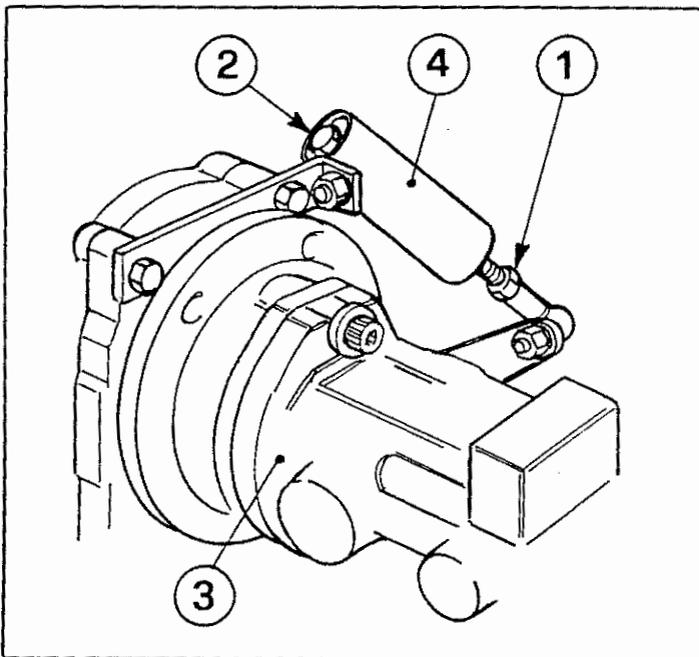

FIG. 8 - Regolazione sistema di avanzamento
2. L'avanzamento e la retromarcia sono comandate tramite pedale. Per potere trovare la posizione centrale di folle bisogna: sbloccare il controdado 1 (fig.8) e agire sulla vite 2 che sposta il carico della molla da una parte all'altra finché non si sia trovato il centro e la motoscopa resta ferma.